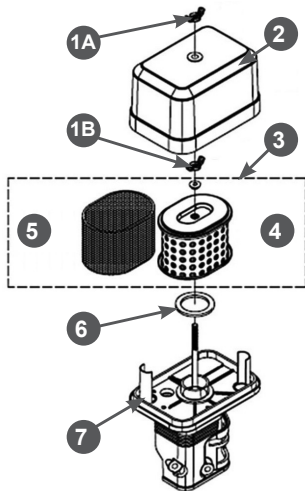

Рис. 25. Обслуживание воздушного фильтра
1. Открутите барашковую гайку 1А и снимите крышку 2 воздушного фильтра (Рис. 25).
2. Открутите барашковую гайку 1В и извлеките из корпуса воздушный фильтр 3 в сборе (Рис. 25).
3. Проверьте целостность и чистоту фильтрующих элементов. Поролоновый (предварительный) фильтрующий элемент 5 установлен на корпусе бумажного фильтрующего элемента 4 (Рис. 25).
4. При незначительном загрязнении промойте поролоновый фильтрующий элемент 5 (Рис. 25) теплым мыльным раствором и просушите. Поврежденный или сильно загрязненный поролоновый фильтрующий элемент замените.
6. Произведите очистку крышки 2 и корпуса 7 воздушного фильтра (Рис. 25), не допуская попадания пыли и грязи в воздуховод, ведущий к карбюратору.
8. Перед установкой воздушного фильтра 3 убедитесь, что уплотнительное кольцо 6 воздушного фильтра находится на месте и не имеет повреждений (Рис. 25).